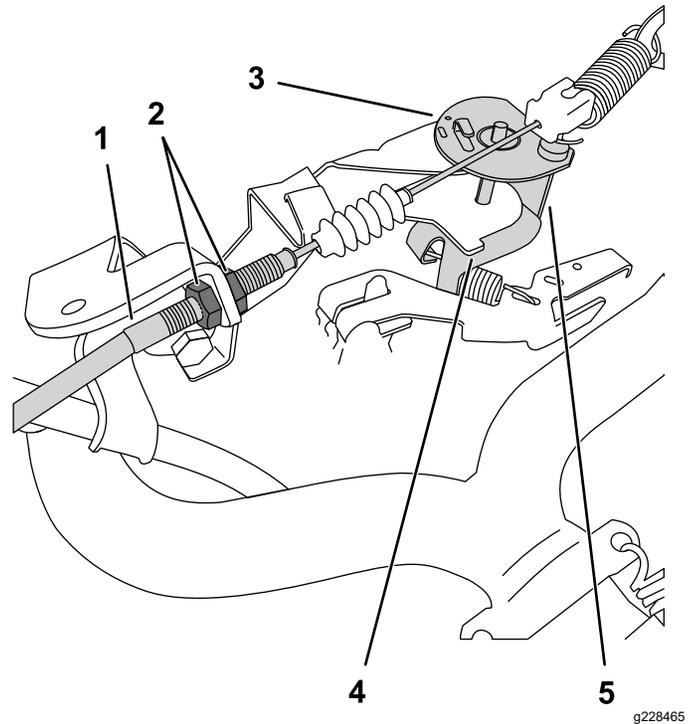

図 38
3. ローアイドルを高くするには、スロットルケーブルの前側のジャムナットをゆるめて後ジャムナットを締める(図 38)。